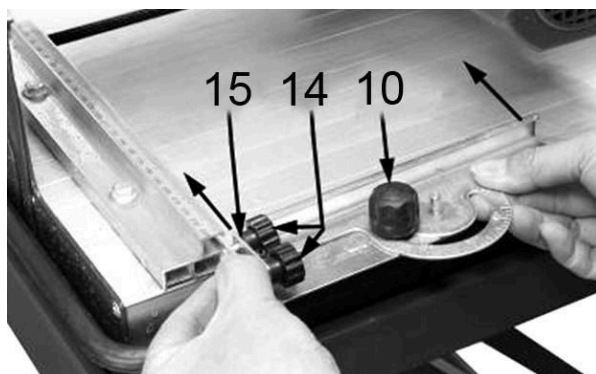

Рис. 4
## Установка и регулировка направляющих упоров (См. Рис.4)
- С помощью фиксаторов (14) отрегулируйте и закрепите положение направляющего упора в блоке (15)(См. Рис.4).
- Закрепите рейку фиксатором (10)(См. Рис.4).